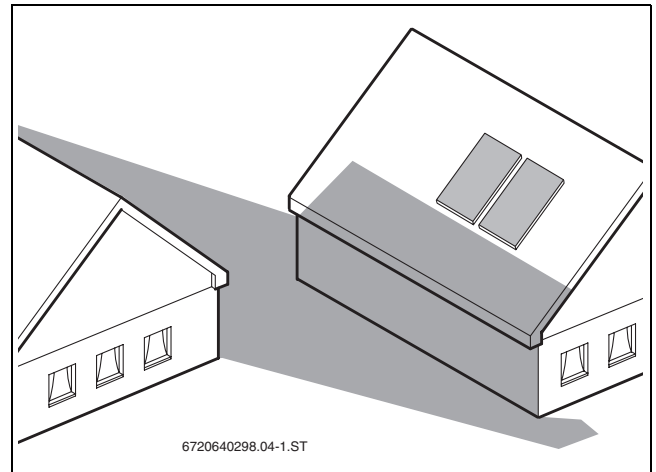

Bild 19
- Mögliche Beschattungen vermeiden (→ Bild 19).